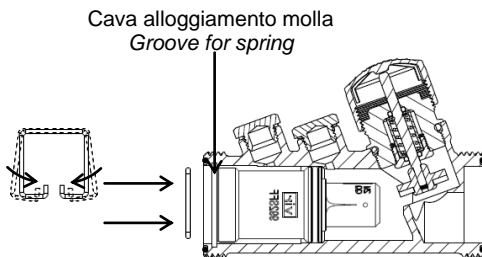

Fig.2
- 5a Inserire la cartuccia nel corpo valvola. Spingere la cartuccia fino a farla fare battuta sul fondo dell'alloggiamento (si veda fig.2);
- 5b Bloccare la cartuccia inserendo la molla e alloggiandola nell'apposita scanalatura (fig.2).
- 5a Insert the cartridge and into the housing. Push the cartridge until its bottom reaches its seat in the housing (see fig.2);
- 5b Block cartridge in its place by inserting the spring into its groove (fig.2).